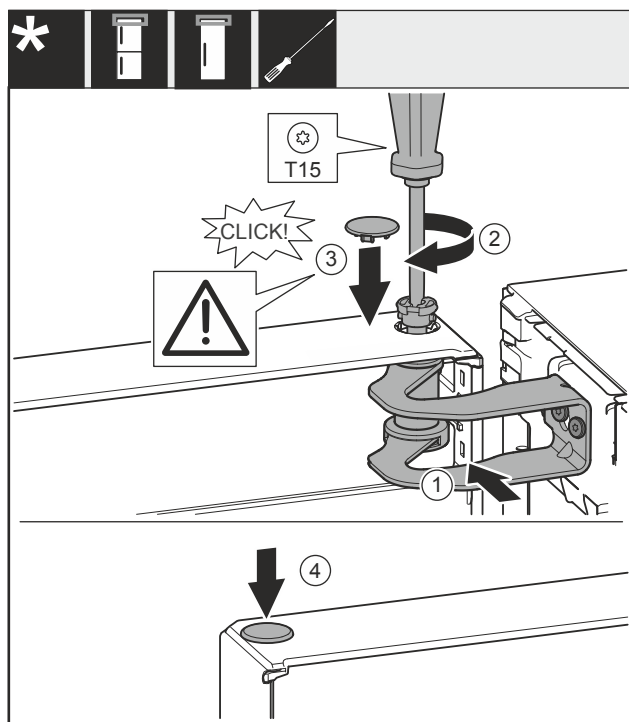

Fig. 24
- Вирівняйте двері з отвором в опорному кронштейні Fig. 24 (1).
- Вставте палець Fig. 24 (2) і закрутіть його викруткою.
- Вставте кришку Fig. 24 (3).
- Перевірте, щоб кришка Fig. 24 (3) щільно прилягала до дверей.
- Вставте кришку Fig. 24 (4).